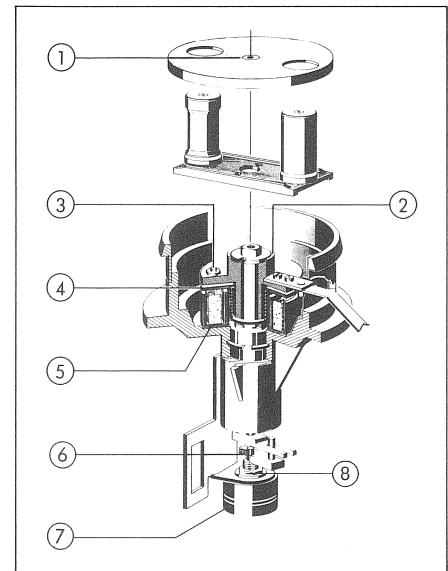

Fig. 3.5.1
- Gravierte Bandzugwaagendeckel montieren und vor dem Festziehen der Schraube [1] die Potentiometerkupplung [6] gegen die Bandzugwaagen-Ruhestellung drücken (siehe Fig. 3.5.1).
- Install engraved tape tension sensor covers and press potentiometer coupling (6) against neutral position of tape tension sensor before securing screw (1) (see Fig. 3.5.1).